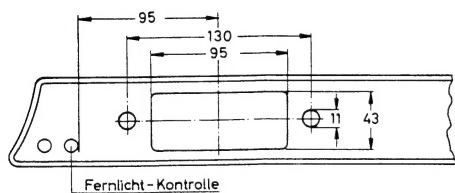
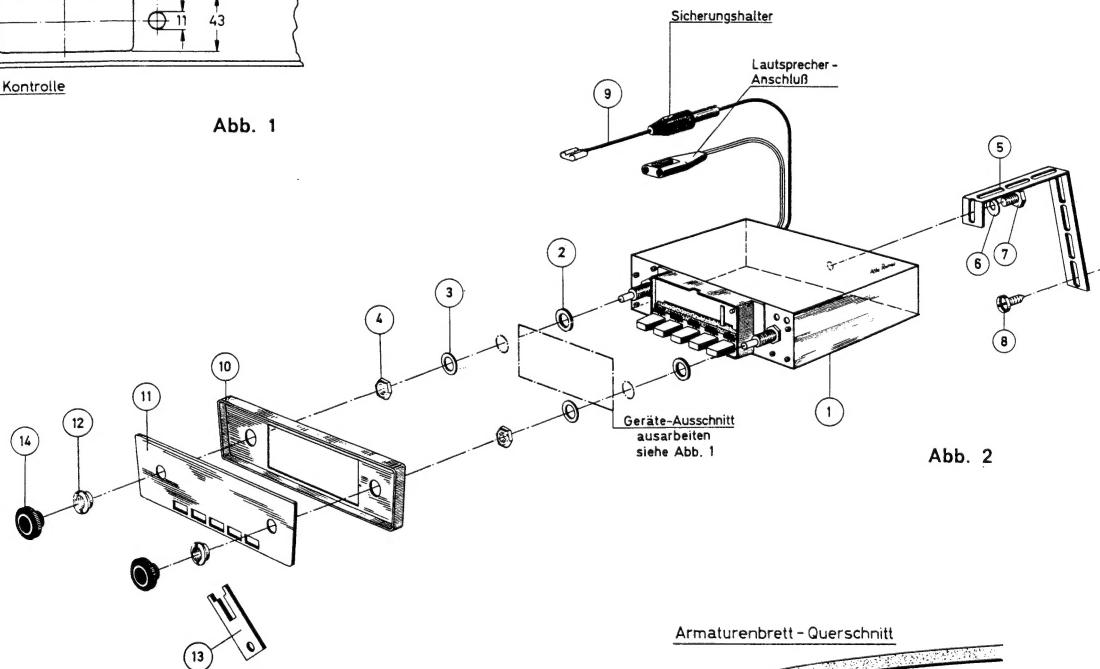

Abb. 1
Abb. 2
2. Ausschnitt im Armaturenbrett nach Abb. 1 ausarbeiten. Abstandsringe ② auf die Bedienungsachsen des Autosupers ① stecken, Gerät hinter das Armaturenbrett in den Ausschnitt führen und mit den Scheiben ③ und Sechskantmuttern ④ festschrauben (Abb. 2).
3. Winkel ⑤ mit der Federscheibe ⑥ und Sechskantschraube ⑦ am Gerät befestigen. Ein 3 mm \varnothing Loch bohren und Winkel mit der Linsenblechschraube ⑧ an der Spritzwand festschrauben (Abb. 2 und 3).
5. Batterieanschlußkabel ⑨ in den Sicherungshalter des Empfängers schrauben. Das andere Ende mit der Flachsteckhülse am Sicherungskasten Klemme 1 anschließen.
6. Zierrahmen ⑩, Skala ⑪ und Ziermuttern ⑫ mittels Steckschlüssel ⑬ auf die Bedienungsachsen des Gerätes schrauben. Drehknöpfe ⑭ aufstecken (Abb. 2).